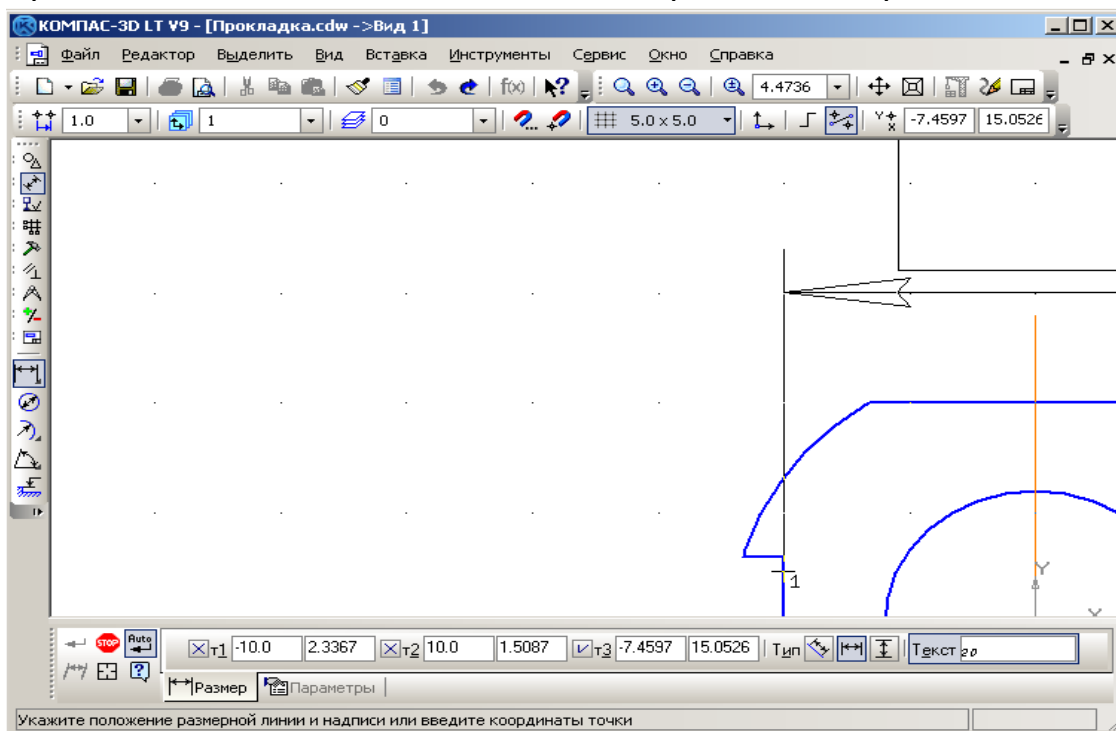

Рис. 16.8. **Панель свойств** команды **Линейный размер**.
1.3. На инструментальной панели Размеры выберите команду **Линейный размер** с расширенной панелью: . **Панель свойств** команды представлена на рис. 16.8.